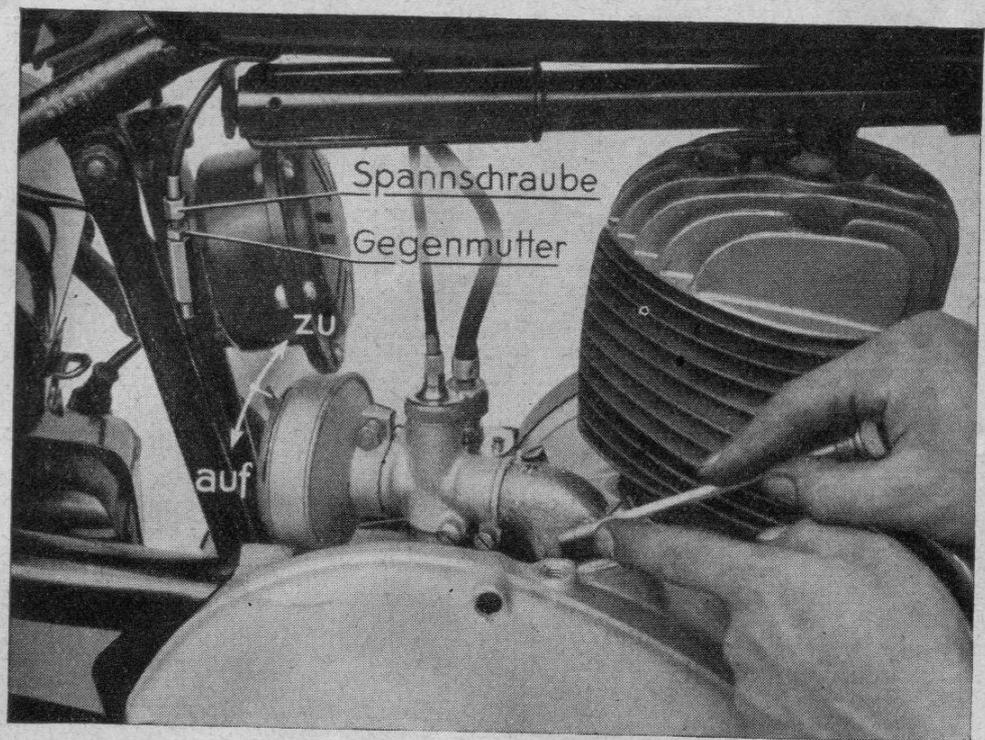

Abb. 11
- mit kaltem Motor — die Starterklappe (Abb. 11) ganz schließen und Vergaser überlaufen lassen,
Bei der im Ölbad laufenden, endlosen Motor-Getriebe-Kette ist darauf zu achten, daß der vorgeschriebene Ölstand durch Nachfüllen von Frischöl nach einer Fahrstrecke von je 1000 km eingehalten wird. Zum Zwecke der Nachfüllung stellen Sie die Maschine auf die rechte Abstellstütze, schrauben den Meßstab am Kettenkasten sowie Getriebe heraus und füllen so viel Öl durch jede der Einfüllöffnungen nach, bis der richtige Ölstand (Kerbe am Kontrollstab) erreicht ist (Abb. 11 u. 6).
1. Durch **Linksdrehen** der Bowdenzugspannschraube, wobei vorher die Gegenmutter gelöst werden muß (Abb. 11).
3. Starterklappe ist offen: schließen (s. Abb. 11).
2. Starterklappe geschlossen: öffnen (s. Abb. 11).